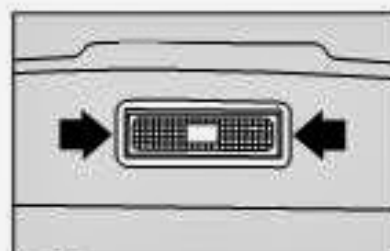

fig. 24
1) retire o porta-lâmpadas, com uma chave de fenda atuando nos pontos indicados pelas setas **fig. 24**.